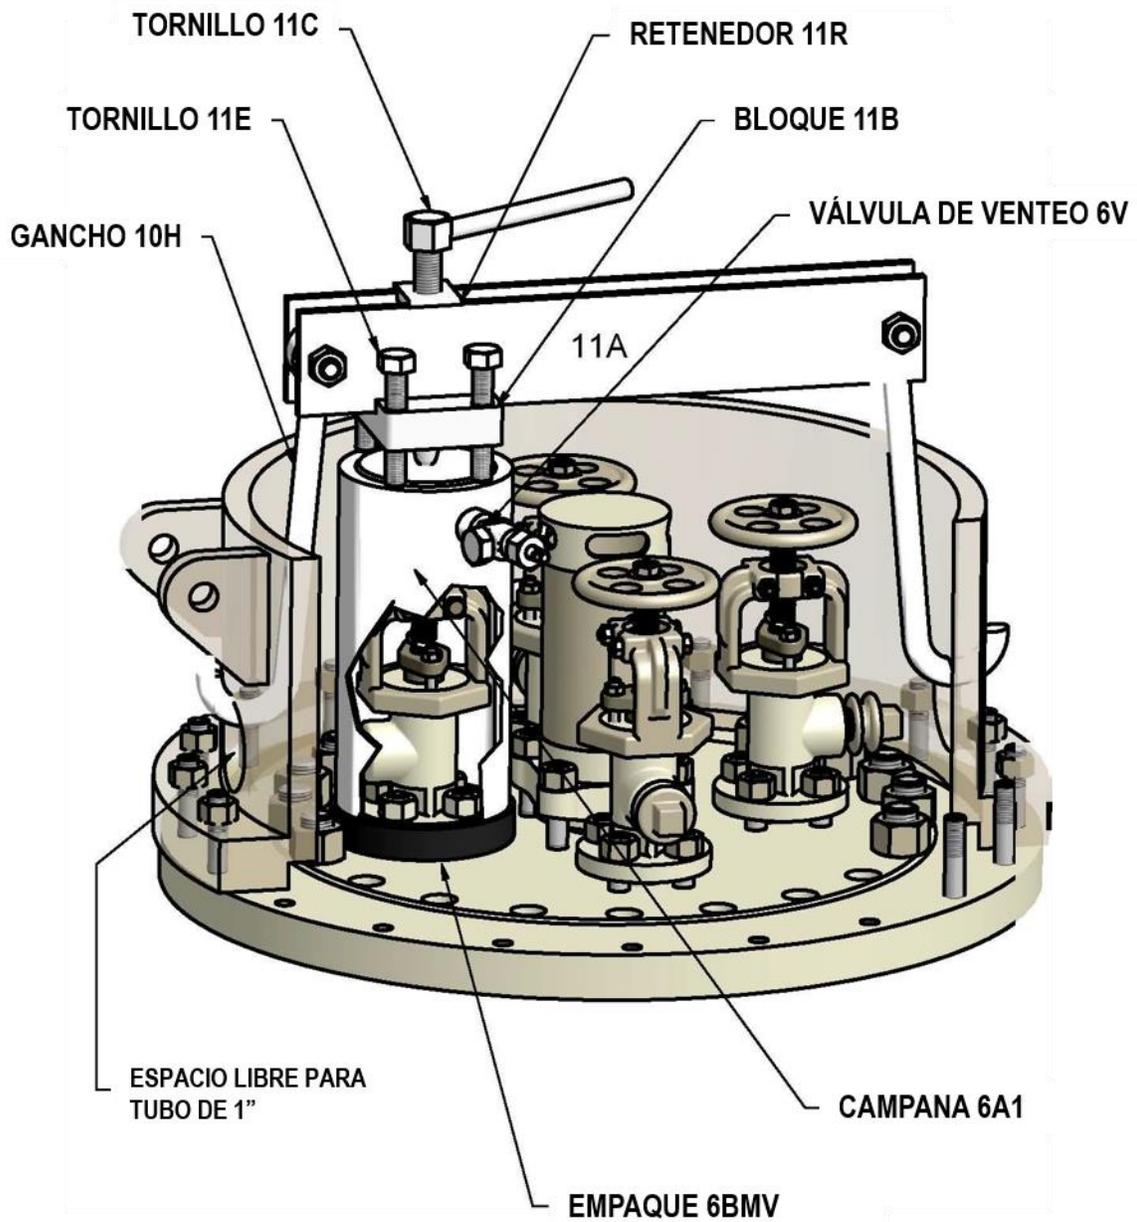

Figura 6 – Dispositivo 6 Colocado sobre Válvula Angular
- C) Si la fuga continua, coloque el DISPOSITIVO 6 (Ensamble de la Campana y Yugo, Figura 6) (Vea la Sección 6 para las instrucciones).
- B) Si la fuga continua, coloque el DISPOSITIVO 6 (Ensamble de la Campana y Yugo, Figura 6) (Vea la Sección 6 para las instrucciones).
PASOS – Vea la Figura 6	Equipo